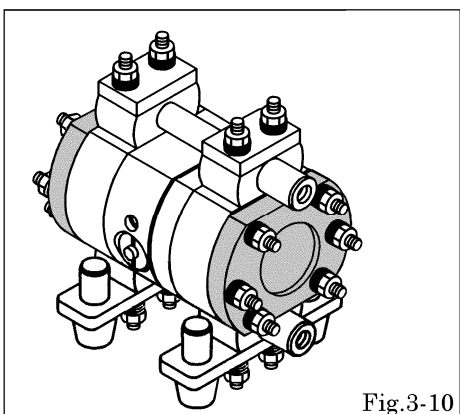

Fig.3-10
- ・ 全てのタイロッド横を交換したら、反対側の補助板を取外し、ラバーサスを刻印側がアウトチャンバー側になるように取付ける。 [Fig.3-10]
- ・ ナットからの雄ネジの出具合が均等になるように注意しながら、規定トルクで締付ける。 [Fig.3-10]